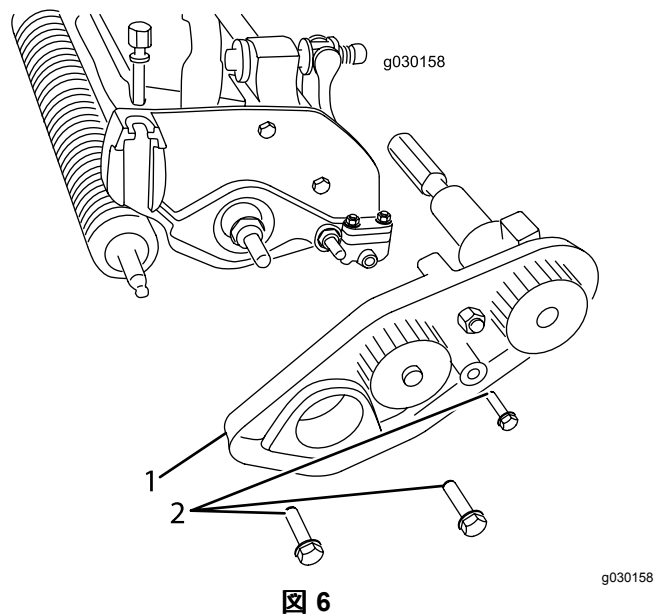

図 6
4. ベルト駆動アセンブリをカッティングユニットに固定しているボルト3本がある場合にはこれを外して、アセンブリ全体を外す 図 6。
11. グルーマシャフトの外側の端部を左側サポートプレートに挿入する 図 6。
- A. 先ほど取り外したボルトを使って、ベルト駆動アセンブリを取り付け、サイドプレートが自由に回転することを確認する 図 6。